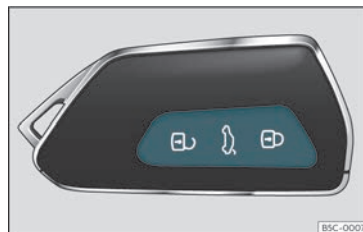

Fig. 78 Clau per control remot:tecles
- Bloquejar: premeu el botó >>> **fig. 78.**